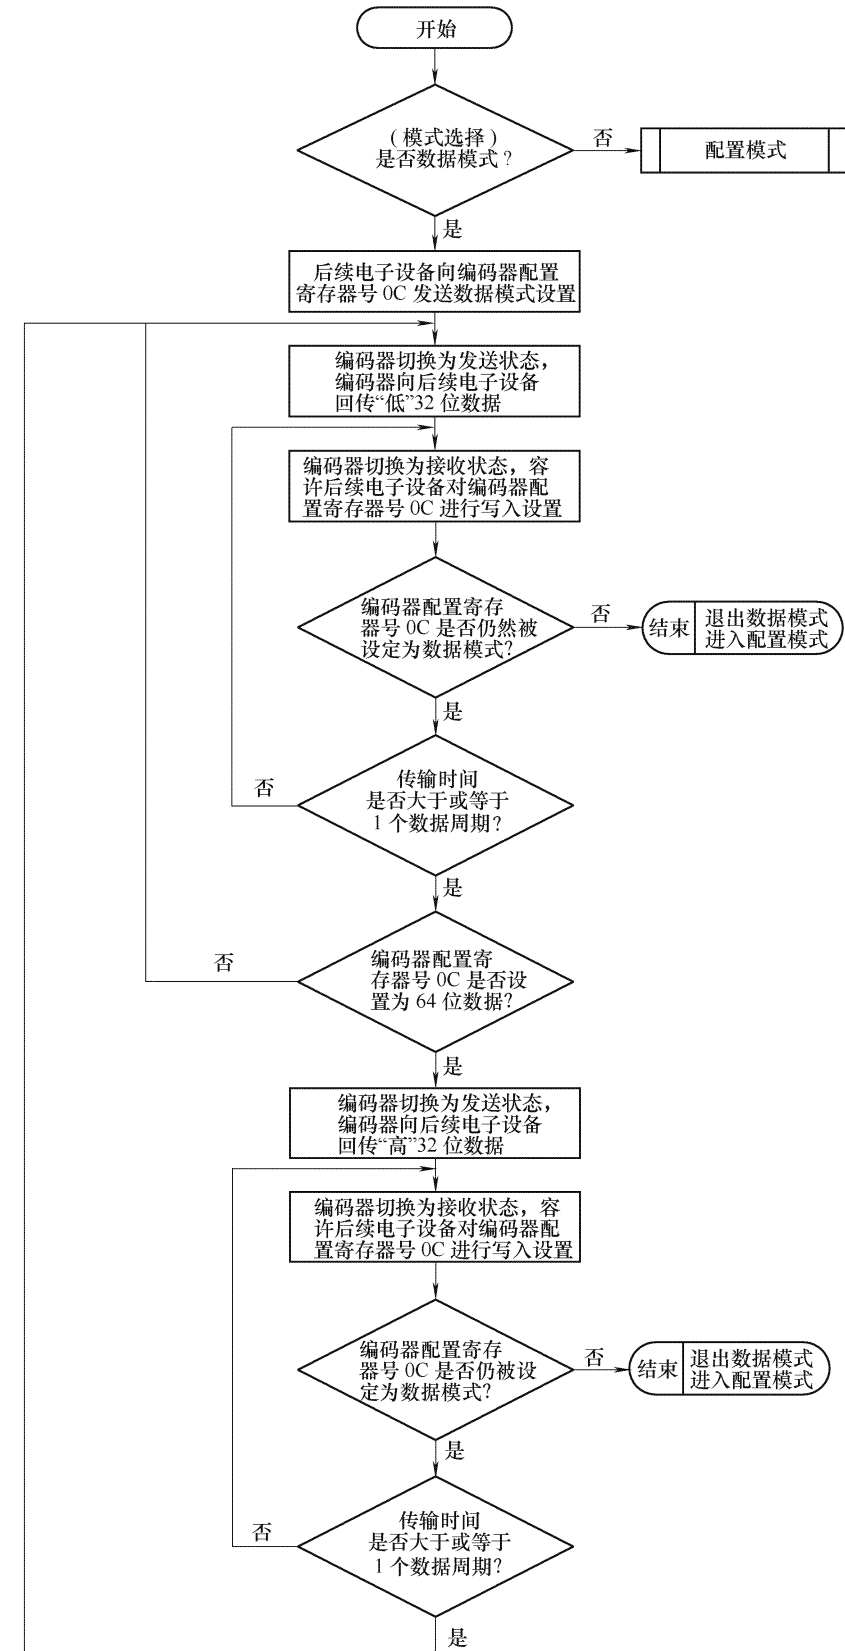

图 B.3
B.3 由后续电子设备和编码器组成的系统配置模式工作流程图如图 B.3 所示。